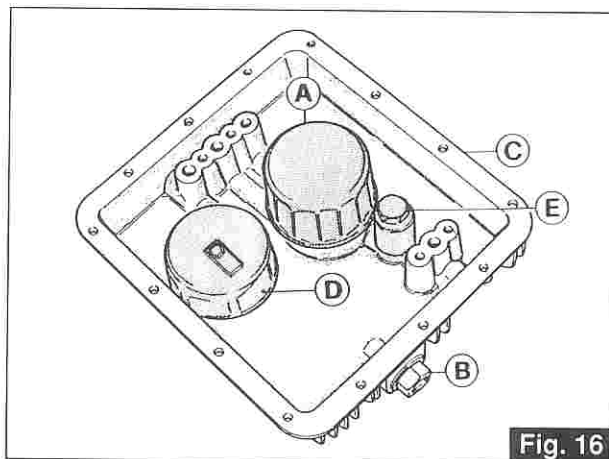

Fig. 16
«B» Tappo scarico olio (fig. 16).
4.2 SOSTITUZIONE FILTRO A CARTUCCIA E PULITURA FILTRO A RETINA (fig. 16)
«B» Oil drain plug (fig. 16).
4.2 CHANGING THE FILTER CARTRIDGE AND CLEANING THE MESH FILTER (fig. 16)